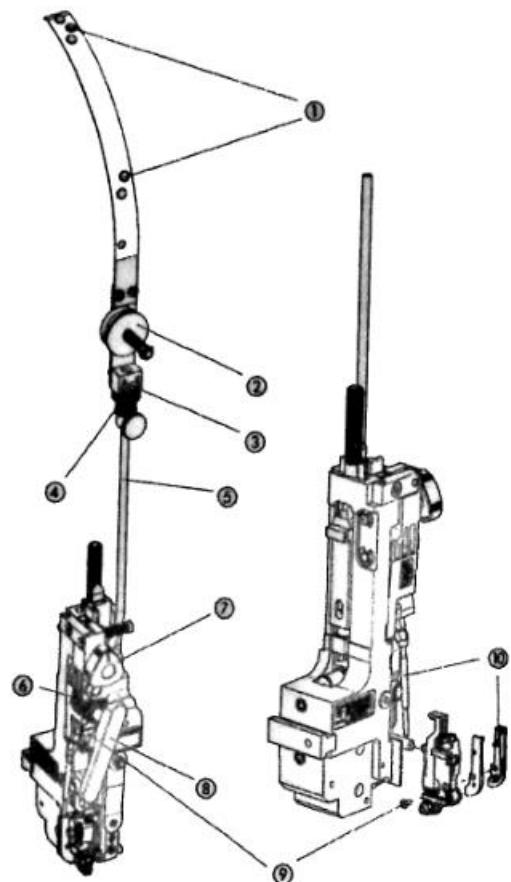

Рис. 6
- Подача проволоки (Рис. 6)
- Выключите привод проволоки (поворотная треугольная рукоятка (7)), чтобы отделить подающее колесо.
- Через верхнюю часть вязальной проволоки, в следующем порядке: через заклепку пластины подачи проволоки 1 - через два войлочных диска 2 - через контрольный замок (3) - через направляющую трубу (5) и два подающих ролика (6).
-Начните подачу проволоки (поворните треугольную ручку (7) влево).
-Установите ручку (8)
- Убрать проволоку (Рис. 6)
- Отключите проволочный привод (поворните треугольную ручку ⑦), чтобы отделить колесо подачи.
- Удерживая контрольное кольцо проволоки ④, откройте контрольный замок и вытащите проволоку
- Снимите направляющую трубу, когда проволока заблокирована (Рис. 6)